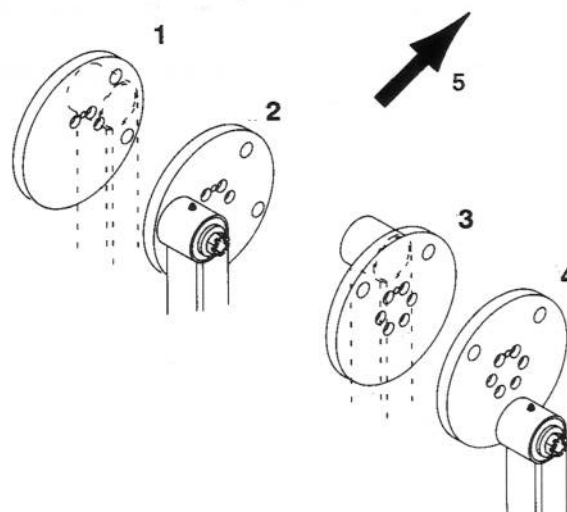

Figure 18
2. Tourner le bras numéro 1 en position 3 heures pour commencer (Fig. 18). Lorsqu'on se place du côté gauche de l'aérateur, les autres bras doivent être à 9 heures, 12 heures et 6 heures respectivement.